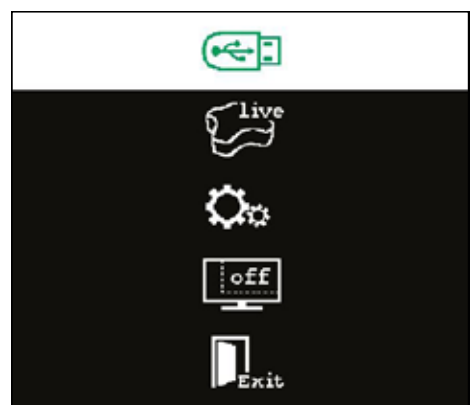
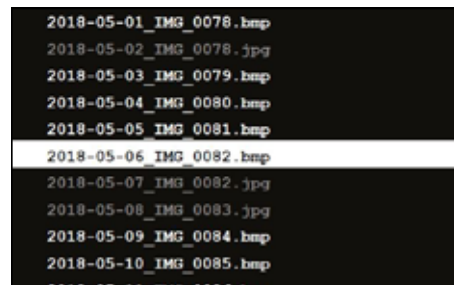

Fig. 20
Fig. 21
- ⇒ Nel menu principale Split Screen (Fig. 20) o nel sottomenu SplitScreen (Fig. 21) selezionare la penna USB.
- ⇒ Nel sottomenu Split Screen (Fig. 21), selezionare la voce Screenshot.